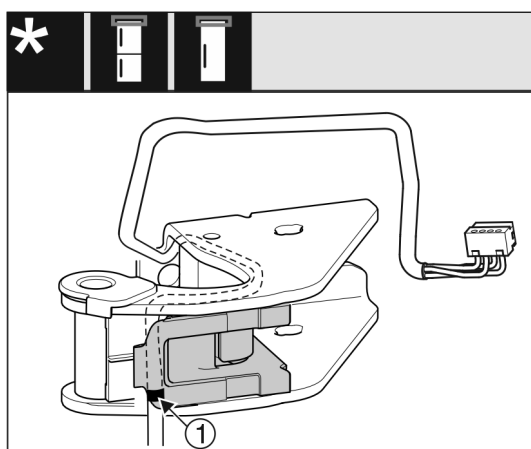

Fig. 28
- ▷ При цьому середнє маркування має знаходитися на краю тримача кабелю Fig. 28 (1).